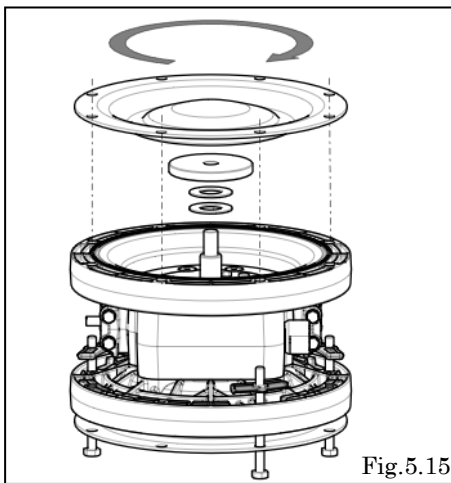

Fig.5.15
- ・ダイアフラムは止まるまで手で締め付ける。〔Fig.5.15〕